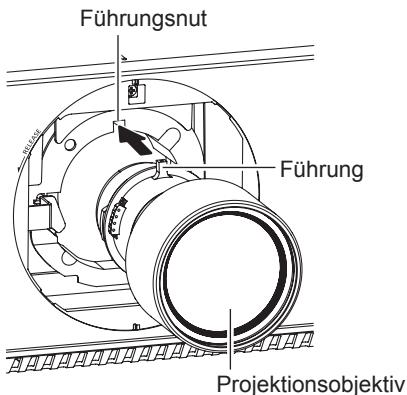

Abb. 1
- 1) Entfernen Sie die Objektivfassungsabdeckung, richten Sie die Projektionsobjektivführung an der Führungsnu des Projektors aus und setzen Sie das Objektiv bis zum Ende ein. (Abb. 1)